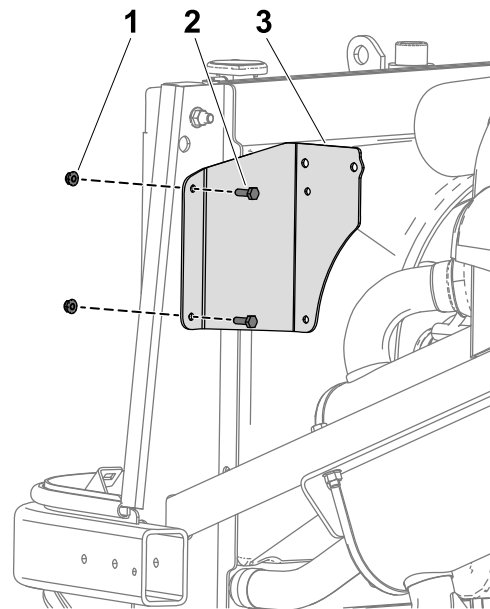

Figura 14
1. Instale el soporte con 2 pernos ($\frac{1}{4}$ " x $\frac{3}{4}$ ") y las tuercas que retiró anteriormente del soporte del depósito de expansión del radiador (Figura 14).